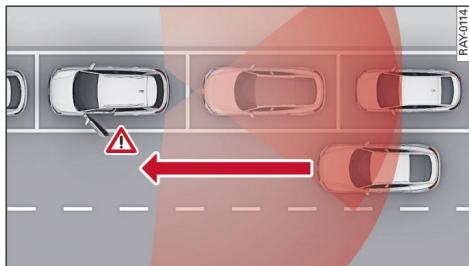

Fig. 137 Tráfico detectado que se está acercando
El aviso de peligro al bajar puede detectar, dentro de los límites del sistema, el tráfico que se aproxima desde atrás, como por ejemplo automóviles y ayudarle al bajar del vehículo ⇒ fig. 137. El sistema utiliza los datos de los sensores de radar dispuestos en las esquinas traseras del vehículo.
- La zona de detección de los sensores ⇒ fig. 137 es una representación gráfica y no supone una representación a escala fidedigna del alcance de los sensores.